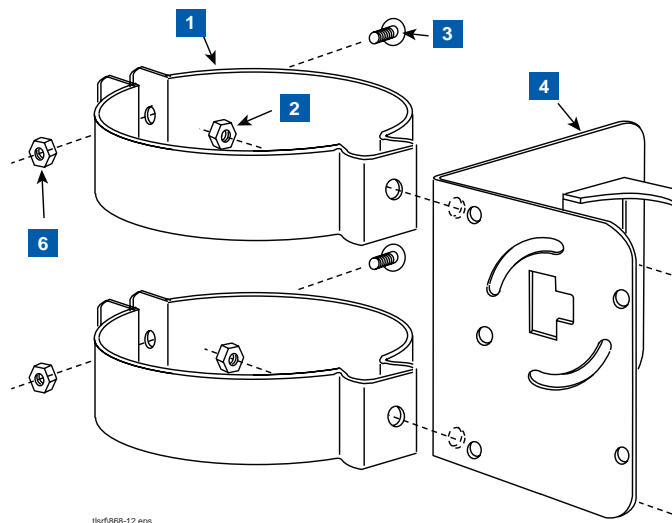

Figure 12. Raccord des supports collier au support du bloc-batterie
1. Raccorder les deux supports collier présents dans le kit (50,8 ou 101,6 mm, selon le besoin) au support du bloc-batterie, comme illustré Figure 12. Raccord des supports collier au support du bloc-batterie-.
## LÉGENDE DE LA FIGURE 12. RACCORD DES SUPPORTS COLLIER AU SUPPORT DU BLOC-BATTERIE